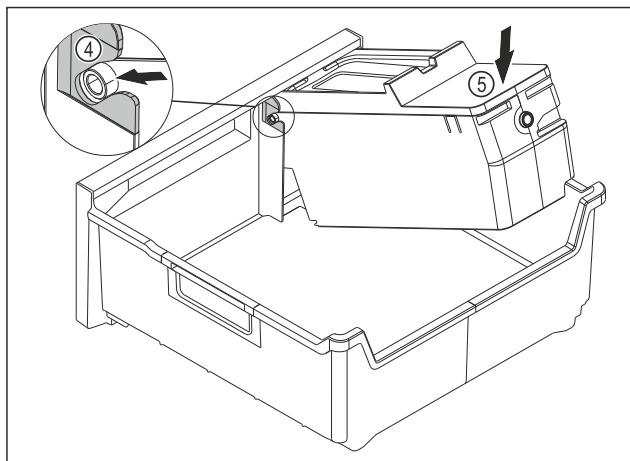

Fig. 83
- ▶ Montaż korpusu EasyTwist-Ice: Wsunąć osie korpusu EasyTwist-Ice w prowadnicę Fig. 83 (4).
- ▶ Docisnąć korpus EasyTwist-Ice Fig. 83 (5) z tyłu do dołu.